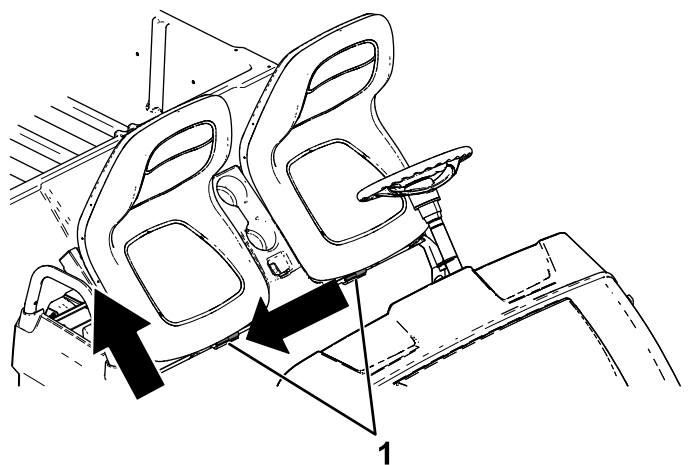

Figure 27
2. Faites coulisser l'ensemble sièges sur le côté pour le dégager des goupilles, et soulevez-le (Figure 27).